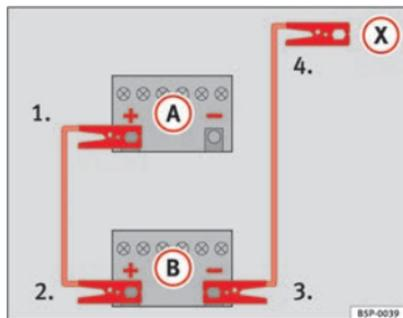

Abb. 243 Schema für das Anklemmen der Starthilfekabel
In der ⇒ Abb. 243 ist **A** die entladene Batterie und **B** die stromgebende Batterie.
- 1. Klemmen Sie ein Ende des roten Starthilfekabels an den Pluspol ⇒ Abb. 243 **+** des Fahrzeugs mit der entladene Batterie ⇒ ⚠.